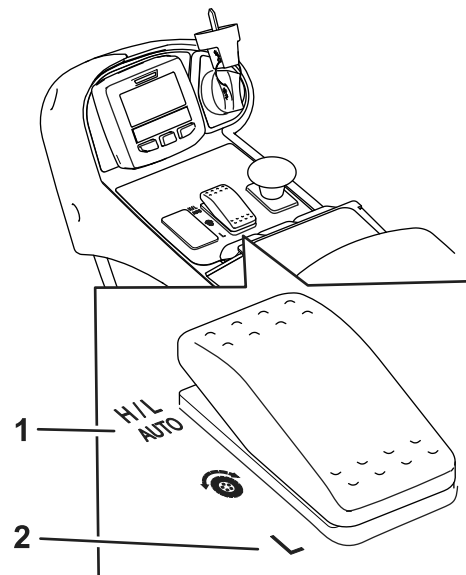
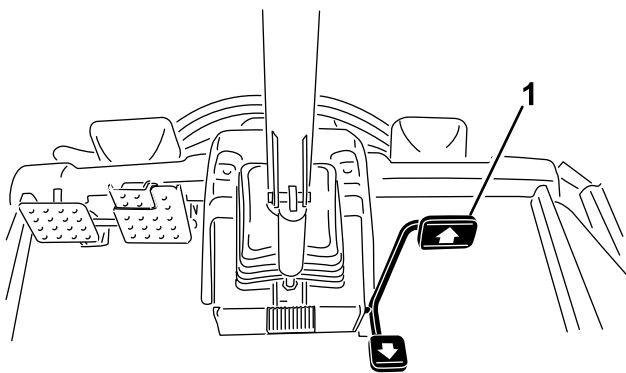

Bild 27
Bild 28
- Unter normalen Betriebsbedingungen ist diese Maschine für den Betrieb in der H/L AUTO-Stellung am Geschwindigkeitsbereichsschalter (**Bild 27**) vorgesehen. Diese Position ermöglicht es der Maschine, automatisch zwischen niedrigen und hohen Geschwindigkeitsbereichen umzuschalten, je nachdem, ob die Maschine zum Mähen oder Fahren verwendet wird.
- Wenn Sie die NIEDRIG-Stellung am Geschwindigkeitsbereichsschalter (**Bild 27**) wählen, arbeitet die Maschine immer im niedrigen Drehzahlbereich. Diese Einstellung ist für den Betrieb in einem Werkstattbereich, das Be- oder Entladen von einem Anhänger, das Befahren steiler Steigungen oder jeden anderen Betrieb vorzuziehen, bei dem die höheren Fahrgeschwindigkeiten des hohen Geschwindigkeitsbereichs nicht erwünscht sind.
Diese Maschine ist mit zwei Fahrgeschwindigkeitsbereichen ausgestattet: niedrig und hoch. Mit dem Geschwindigkeitsbereichsschalter können Sie die folgenden Positionen wählen (Bild 27):
Dies ermöglicht es, die maximale Geschwindigkeit der Maschine einzustellen, wenn Sie das Pedal ganz nach unten treten (Bild 28). Sie können eine separate Geschwindigkeit für den unteren und oberen Bereich einstellen (Bild 27).